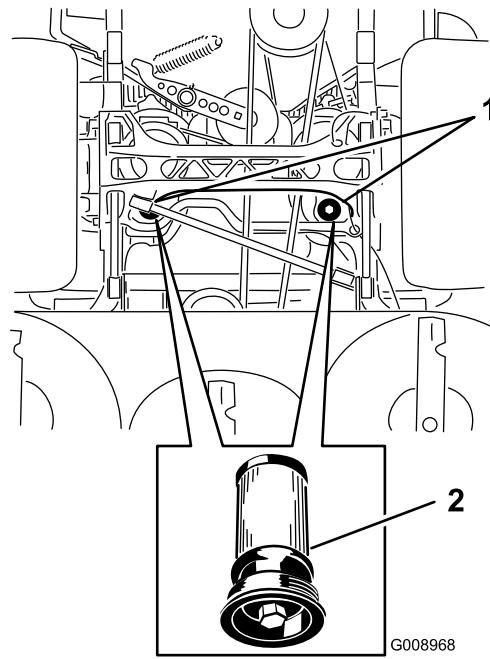

Figure 90
5. Placez un bac de vidange sous le filtre, retirez le filtre usagé et essuyez la surface (Figure 90).
6. Appliquez une fine couche de liquide hydraulique sur le joint en caoutchouc du filtre de recharge (Figure 90).